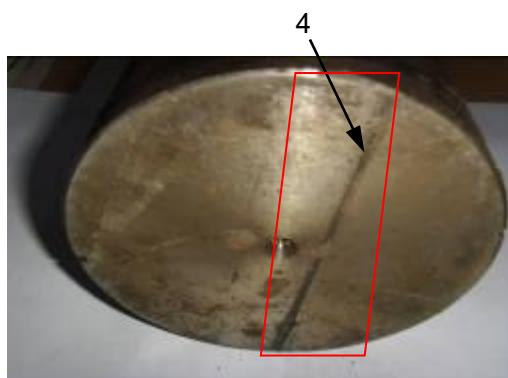

图 8 柱塞端部磨损示意图
**步骤 4：**检查柱塞端部因与松闸杆接触而产生的划痕情况（如图 8 所示），划痕若高出平面，须修磨平整。